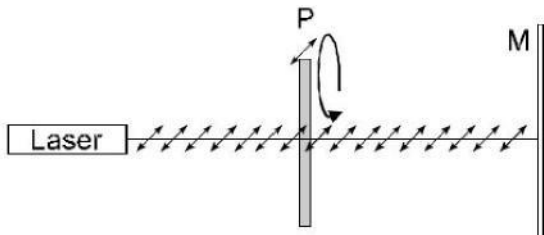

Fig. 9 Análises de luz linear polarizada (P = Filtro de polarização, M = tela de vidro fosco)
- Executar a montagem de experiência segundo Fig. 9.